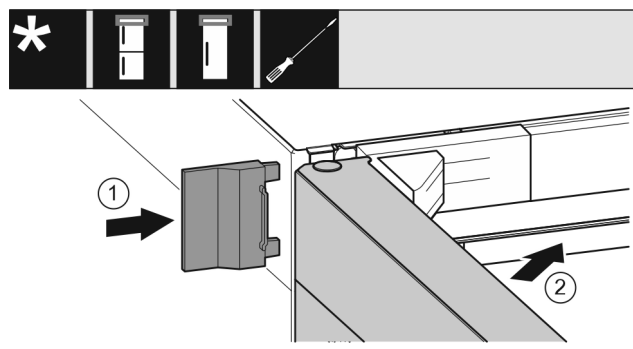

Fig. 21
- ▶ Äußere Abdeckung aufschieben. Fig. 21 (1)
- ▶ Obere Tür schließen. Fig. 21 (2)